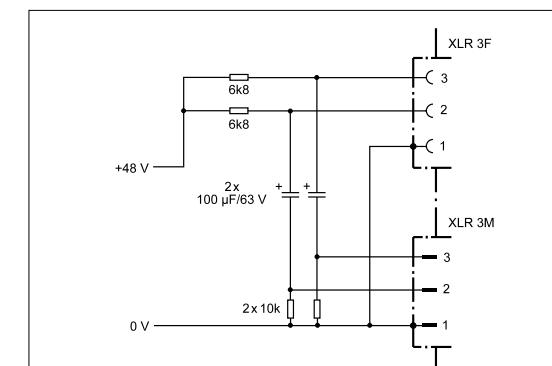

Abbildung 2 / Figure 2
b) In jede abgehende Modulationsleitung kann zur Abblockung der $48 V$ -Gleichspannung eine RC-Kombination eingefügt werden (siehe Abb. 2 und Neumann-Information Nr. 84221).
b) In every outgoing modulation lead, an RC network can be incorporated to block the $48 Vdc$ voltage. (See Figure 2 and Neumann-Information Nr. 84221).